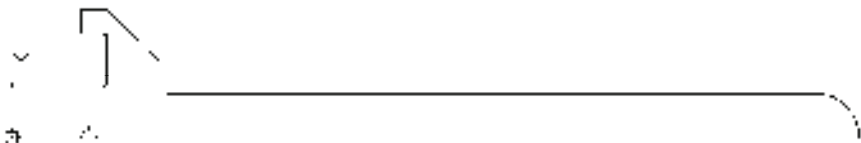

图 10-59 修剪多余线段
⑤ 单击“修改”工具栏中的“修剪”按钮，修剪多余线段。结果如图 10-59 所示。